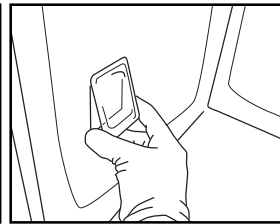

Fig. 9
5. Hold lampedekslet i riktig posisjon og trykk det mot veggen i apparatet, slik at det smetter på plass (fig. 9).